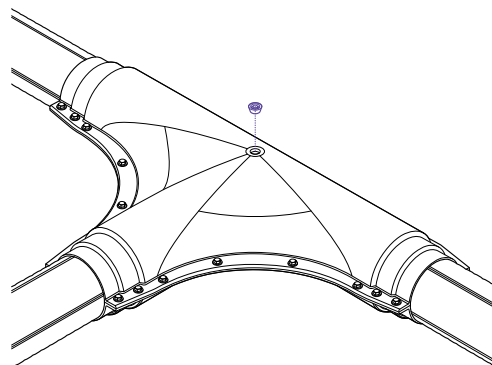

Рис. 4.6.8
8. После завершения процесса пенообразования закрутить герметизирующую пробку (рис. 4.6.8).